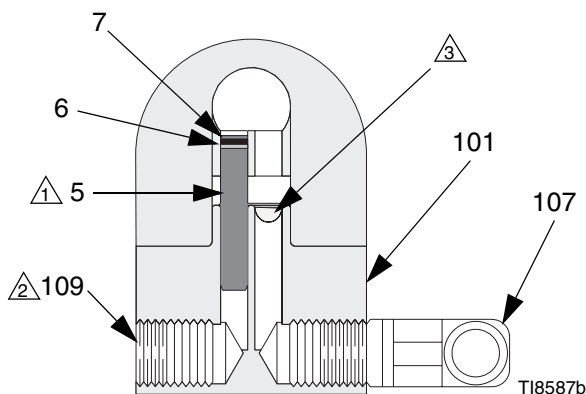

FIG. 1: Se representa un sistema sin circulación (vista de corte)
1. Vea FIG. 1. Aplique lubricante anti-agarrotamiento 222955 a las roscas y a las superficies de acoplamiento del colector (101), un tapón (109) y un codo (107), que se suministran desarmados.
2. Instale un codo (107) en uno de los orificios de fluido del colector (101) y un tapón (109) en el otro.
3. Instale el tapón interno (5) en el orificio de fluido de la pistola del mismo lado que el tapón del colector.
4. Conecte la línea de suministro de fluido al codo del colector (107).
5. Instale la pistola en el colector utilizando los cuatro tornillos (17). Comience a enroscar los cuatro tornillos. Apriete primero los dos tornillos delanteros y después los dos traseros. Apriete los cuatro tornillos uniformemente a un par de 65 in-lb (7,3 N•m).